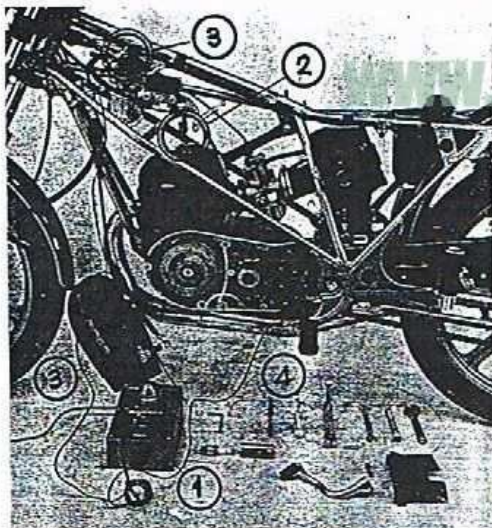

Fig. 18
▼ Fig. 18
3. **Regulador del ruptor.** Esta regulación se efectúa a través de la primera ventana del volante magnético al girar éste hacia la izquierda (fig. 18). La superficie de los contactos debe ser plana y limpia, sin oxidaciones.
Con un destornillador aflojar en media vuelta el tornillo 3 (fig. 18) y actuar sobre el tornillo 4 lo necesario teniendo en cuenta que al aumentar la separación se consigue un adelanto en el avance de encendido, y al disminuir se consigue un retraso del mismo.
Avec un tournevis, desserrer d'un demi-tour la vis 3 (fig. 18) et agir sur la vis 4 jusqu'à obtenir le réglage correct, en tenant compte de ce qu'en augmentant la séparation, on augmente l'avance à l'allumage, et qu'en diminuant la séparation, on diminue l'avance à l'allumage.
Slacken off screw 3 (Fig. 18) half a turn and adjust screw 4 as required, bearing in mind that an increase in the point gap advances the ignition and a reduction retards the ignition.